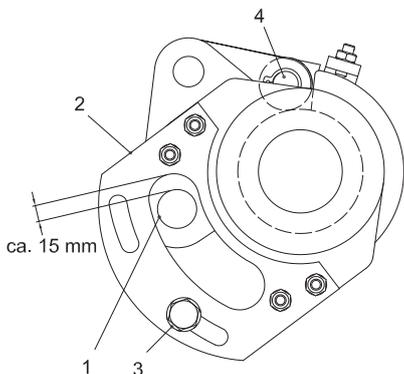

Рис. 9.6
В конечном положении „ВКЛ“ шайбного привода расстояние между ведущим штифтом (рис. 9.6/1) и шайбы с отверстиями (рис. 9.6/2) должно составлять ок. 15 мм.
12. При медленном включении выключателя штифт срабатывания (рис. 9.6/3) и роликовая защелка (рис. 9.6/4) не должны прикасаться друг к другу.